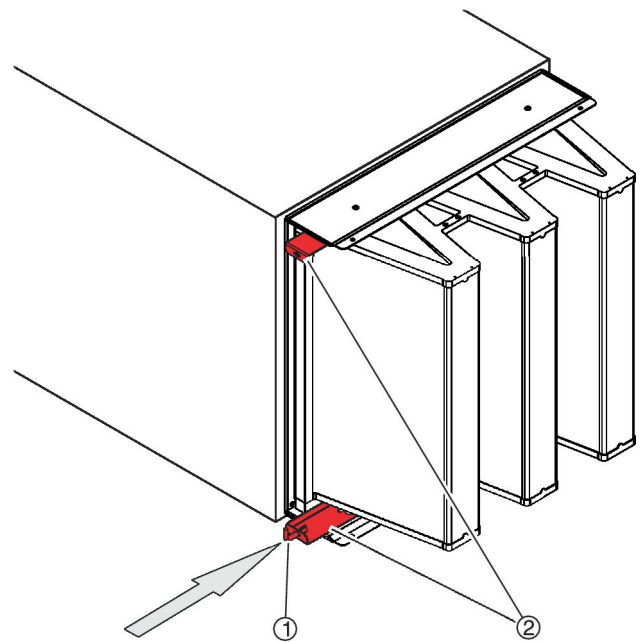

Abb. 61: Spannschienen einfahren
7. ▶ Die Spannschienen ( Abb. 61 /2) nacheinander mit dem Spezialschlüssel ( Abb. 61 /1) hineinschieben, bis sie anschlagen.